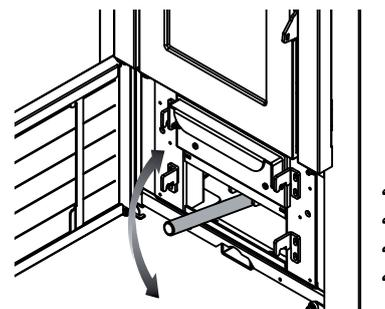

Fig.12.7
- Introducirla en el específico asiento y mover arriba y abajo para sacar los depósitos de hollín de los tubos (Fig.12.7).